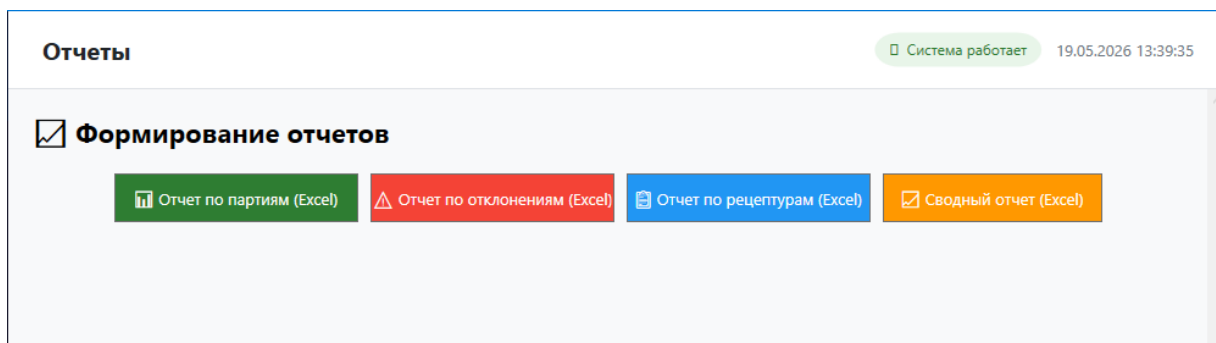

Рисунок 8 – Раздел «Отчёты» (экспорт в Excel)
3. Формирование отчётов (Рис. 8)